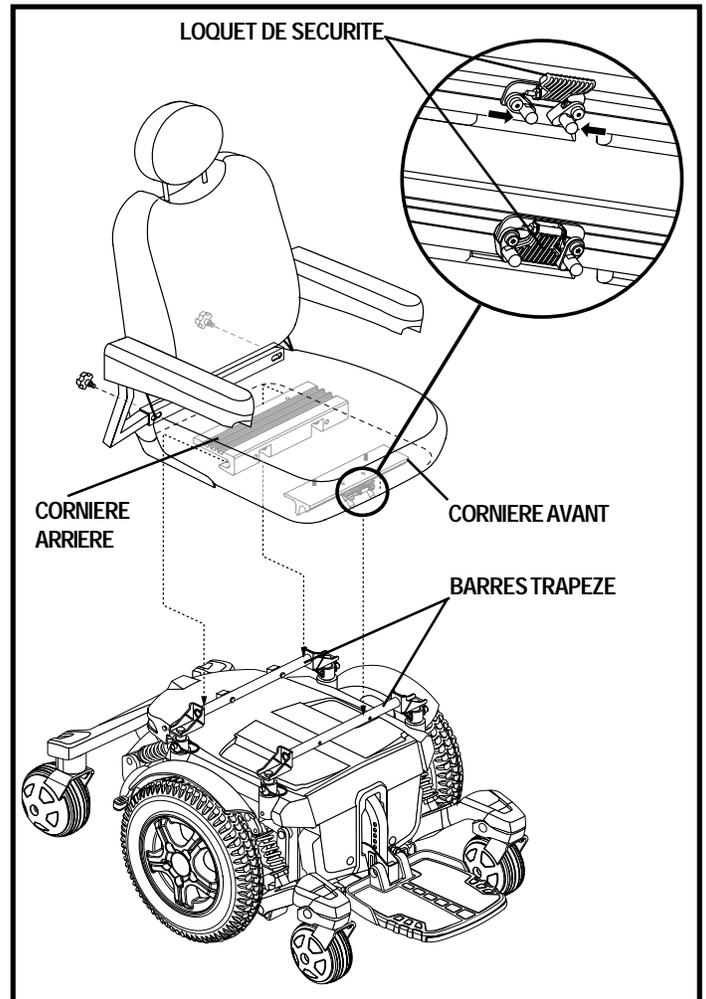

Figure 11. Système de montage universel avec siège spécialisé
Il se peut que vous ayez à installer le siège avant la première utilisation ou après avoir transporté votre fauteuil motorisé. Les sièges spécialisés sont fixés à la base motorisée à l'aide du système universel de montage (SUM). Le SUM est composé de pièces universelles qui se fixent aux sièges sans égard à leur largeur ou profondeur. Les deux pièces principales sont des cornières d'aluminium montées sur la base du siège. Celles-ci se fixent sur la paire de barres trapèze fixées sur la base motorisée. Voir la figure 11.
1. Inclinez le siège vers l'arrière et glissez la cornière arrière sur la barre trapèze arrière. Voir la figure 11.
3. Basculez le loquet vers le bas. Voir la figure 11.
5. Basculez le loquet du siège vers le haut. Voir figure 11.